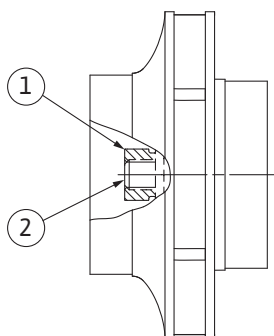

Fig. 111: Ispravan položaj matice radnog kola nakon montaže
8. Čvrsto držite vratilo čeljusnim ključem (širina 22 mm) i zategnite maticu radnog kola propisanim zateznim momentom (vidi tablicu „Zatezni momenti“ [► 33]). Matica (Fig. 111, poz. 1) mora biti poravnata otprilike $\pm 0,5$ mm s krajem vratila (Fig. 111, poz. 2). Ako to nije slučaj, otpustite maticu pa ponovite korake 4...8.